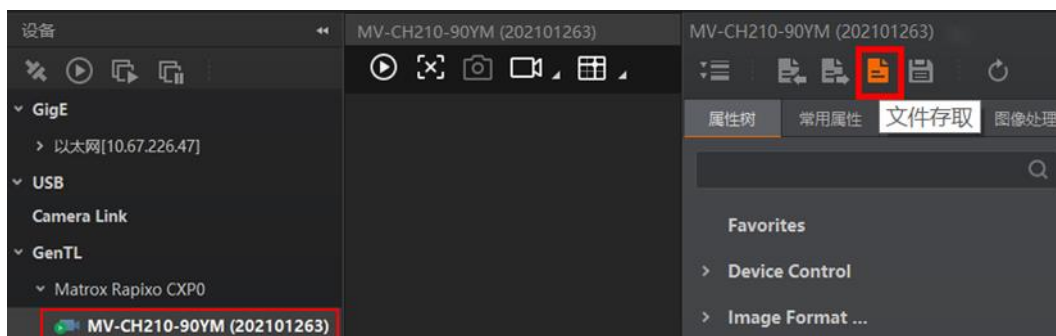

图8-1 文件存取
1. 在设备列表区，选择待存取文件的相机，并在 MVS 客户端右上方点击文件存取图标 ，如图 8-1 所示。